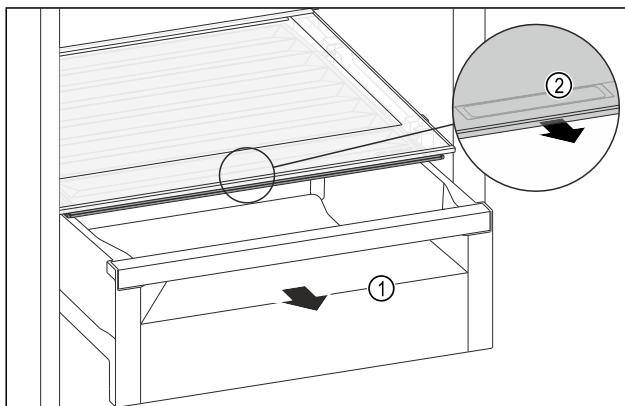

Fig. 141
- ▶ Schubfach Fig. 141 (1) herausziehen.
- ▶ Griffmulde Fig. 141 (2) am Fachdeckel anfassen und Fachdeckel gleichzeitig nach vorne ziehen.